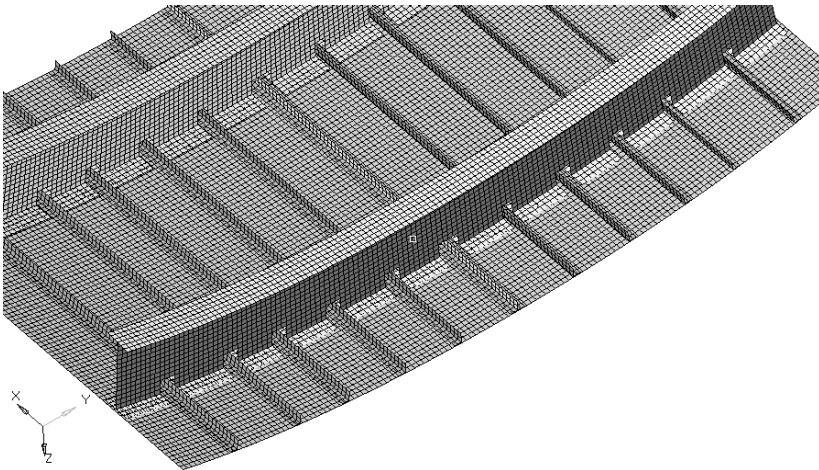

图 7-65 选择 lines
(6) 单击 lines, 选择 By collector, 并选择组件 frame_skin_point, 此时在此组件内的所有直线都被选中, 如图 7-65 所示。